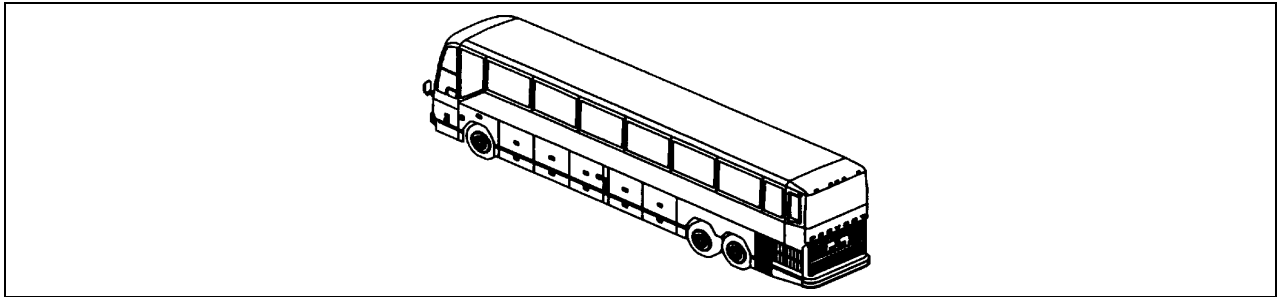

Figure 14: Compartiment électrique arrière.
1. Ouvrir le compartiment électrique arrière (figure 14) et localiser le panneau de jonction de l'air climatisé situé sur la paroi avant de ce compartiment;
1. Ouvrir le compartiment électrique arrière (figure 14) et localiser le relais R36 du panneau de jonction de l'air climatisé situé sur la paroi avant de ce compartiment;